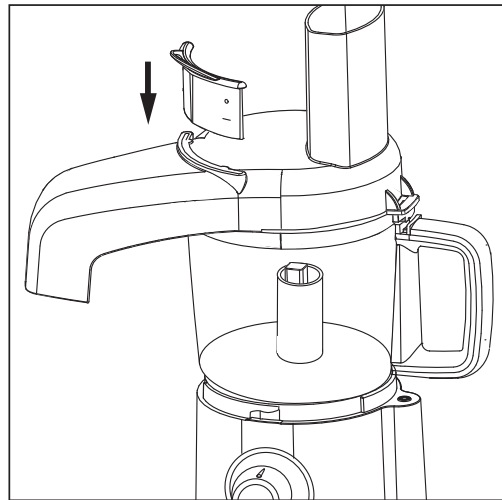

Figura 6
**NOTA:** Compruebe que el bloqueador de flujo esté hasta debajo de la tapa para que la comida rebanada/rallada permanezca en el tazón (Figura 6).